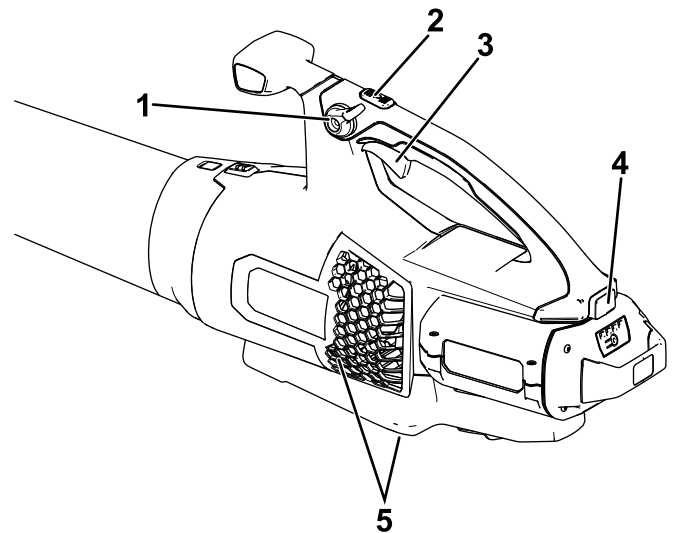

Figura 6
4. Para arrancar el soplador, apriete el gatillo de velocidad variable (Figura 6).
Nota: Active el bloqueo de velocidad para mantener la máquina encendida sin tener que apretar el gatillo de velocidad variable (Figura 6).
Para obtener el máximo rendimiento (velocidad de aire), mantenga pulsado el botón de potencia turbo durante el tiempo deseado (Figura 6).
Para ajustar la velocidad del aire mientras sopla, utilice el gatillo de velocidad variable (Figura 6).
Para mantener la velocidad actual del aire, active el bloqueo de velocidad (Figura 6).
Para apagar el soplador, desactive el bloqueo de velocidad (si lo está usando) y suelte el gatillo de velocidad variable (Figura 6).